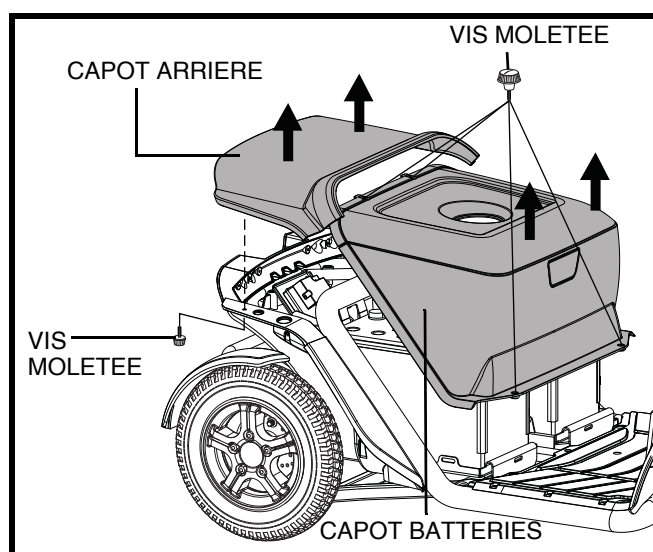

Figure 13. Enlèvement/Installation du capot
2. Retirez le capot arrière du scooter en le soulevant bien droit à la verticale. Le capot est fixé au scooter à l'aide d'attaches réutilisables et deux vis moletées. **Voir la figure 13.**
3. Retirez les quatre (4) vis moletées du couvercle à batteries qui le fixe sur la structure et soulevez-le à la verticale. **Voir la figure 13.**